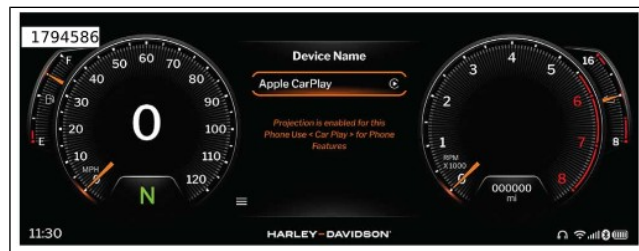

Abbildung 93. CarPlay auswählen
2. Siehe Abbildung 93. Um den Projektionsmodus zu aktivieren, Apple CarPlay im Home-Menü auswählen.